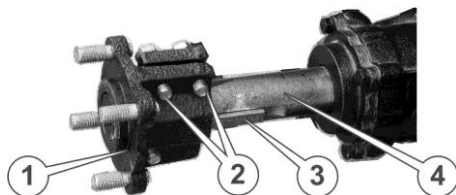

*Рисунок 12. – Редуктор мотоблока у зборі з рамою*
3. Приєднати раму мотоблока (2) (див. рис. 12.) до редуктора (1) за допомогою 3-х болтів М16 і 2-х болтів М12, використовуючи плоскі і розрізні шайби відповідного діаметру із сумки з кріпленням (див. рис. 23.)